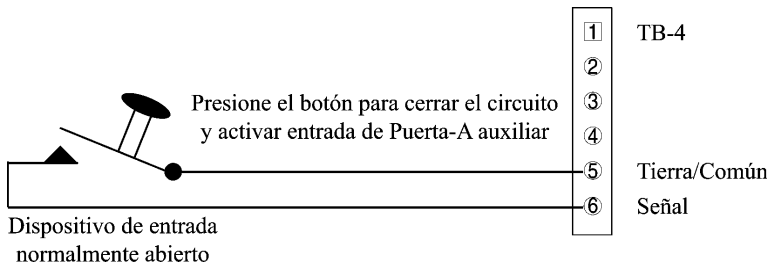

Figura 10: Conexión a entrada Auxiliar de RTE a puerta A.
- El controlador master (001) puede ser configurado con Entrada Auxiliar RTE a Puerta A (vea Figura 10)